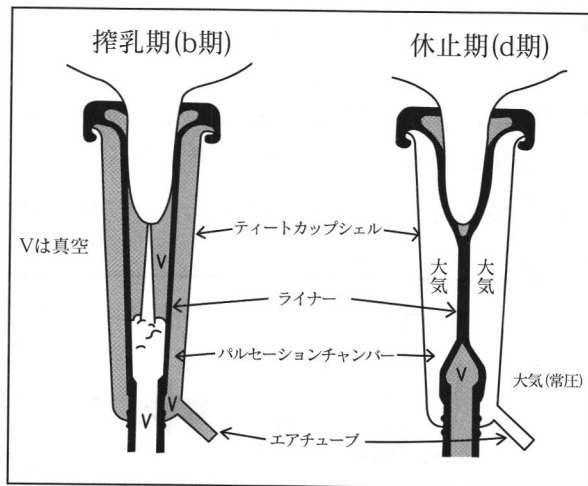

図2 搾乳期、休止期のイメージ
(2) 搾乳期 (吸引期 = b期) 図2左
(3) 休止期 (マッサージ期 = d期) 図2右